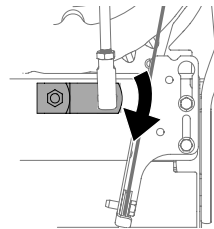

Figura 27
- Asegúrese de que la palanca de cambios de la parte trasera de la transmisión esté girada hacia abajo hasta el máximo de rotación posible (Figura 27).